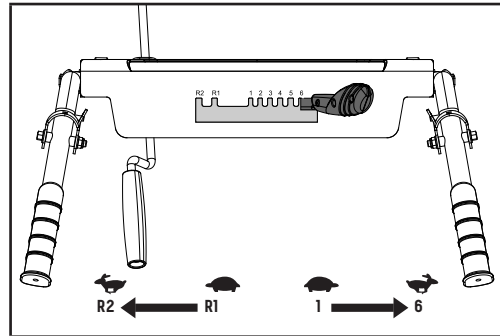

Figure 11
Votre souffleuse à neige a 6 vitesses en marche avant et 2 en marche arrière (figure 11).
2. Mettez le levier de commande de la vitesse sur la vitesse (marche avant ou marche arrière) que vous voulez (figure 11).